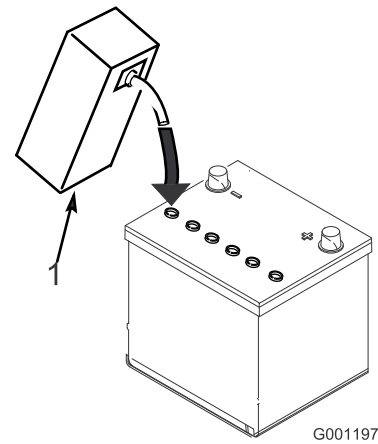

Figura 10
3. Riempite con cautela ciascun elemento di elettrolito finché non copre le piastre con circa 6 mm di fluido (Figura 10).
Nota: All'occorrenza aggiungete elettrolito come opportuno per portarne il livello a 6 mm dalla base della tazza di riempimento (Figura 10).